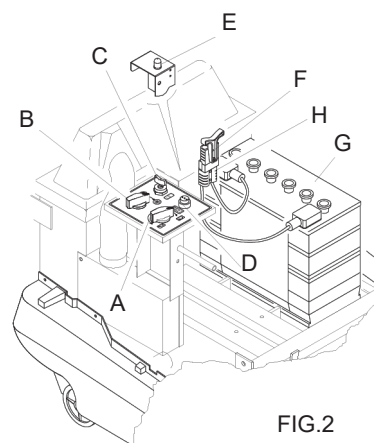
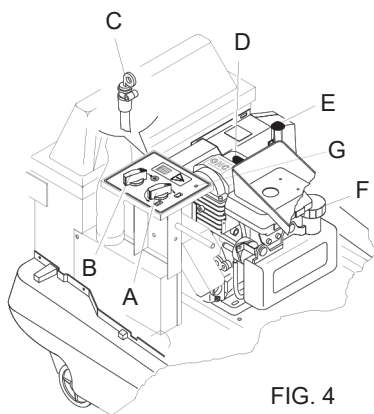

FIG. 2
FIG. 4
Når der køres hen over våde gulve, er det nødvendigt at afbryde suget (fig. 2 pos. B el-version, fig. 4 pos. B Honda-version).
Hold kontakten (fig. 4-pos. G) inde, indtil motoren stopper
Drej nøglen til pos. 1 (fig. 2 pos. C)
Drej nøglen til pos. 0 (fig. 2 pos. C)
- Frakobl stikket (fig. 2 pos. F)
- Tilslut batteriladerens stik (fig. 2 pos. H)